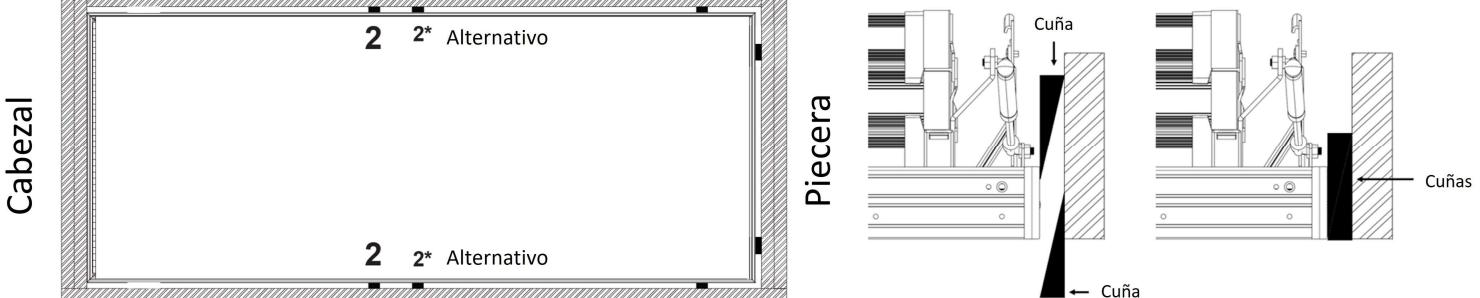
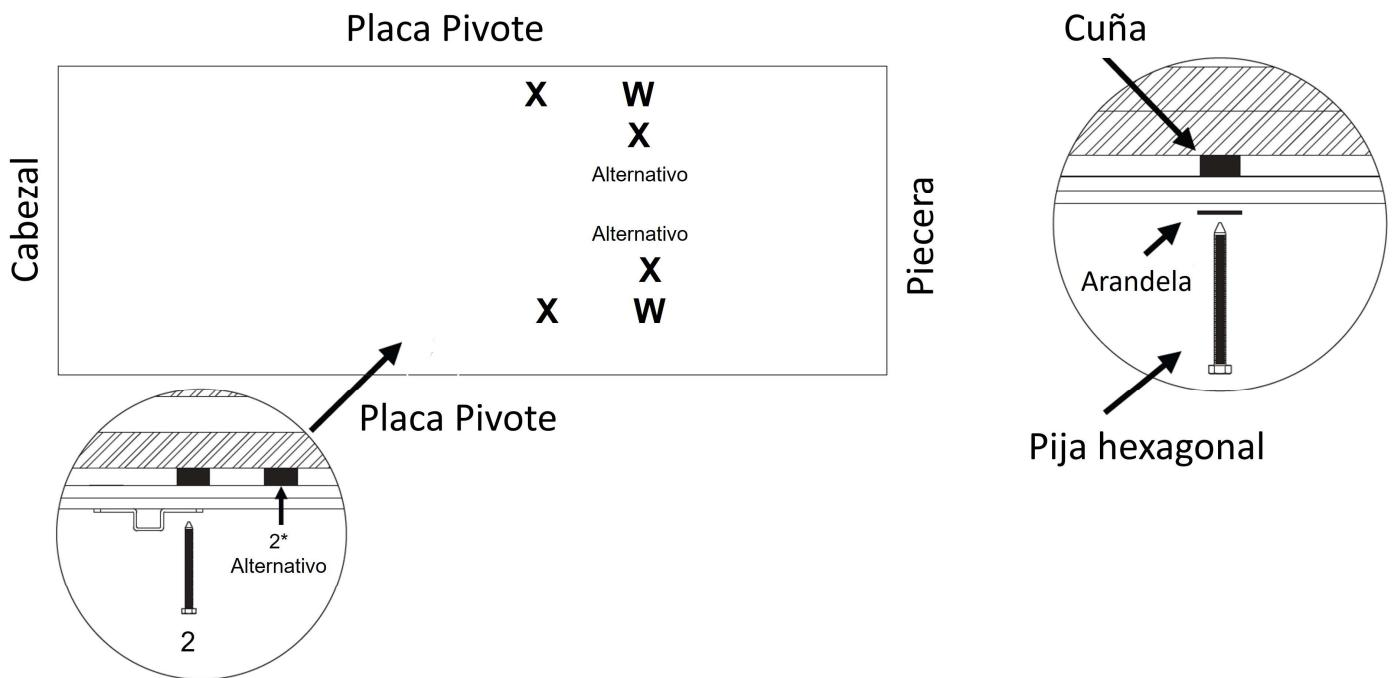

FIGURA 24 : COLOCACIÓN DE CUÑAS EN MARCO LATERAL
FIGURA 25 : ASEGURANDO MARCO LATERAL
U. Instalador #1 y #2: Coloque cuñas desde abajo y desde arriba en los 2 orificios restantes, 1 en cada riel lateral del marco de aluminio. (Ver **Figura 24**). Las cuñas deben proporcionar un soporte uniforme para que el marco de aluminio no se tuerza o pandee. Perfore orificios guía de 5/32" de diámetro por 3" de profundidad en las vigas del techo a través de los bujes plásticos en la posición 2. Instale las 2 pijas hexagonales para asegurar la escalera de ático (ver **Figura 25**).